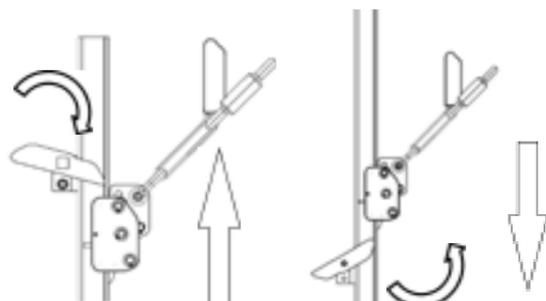

Abb. 18 Ausstieg aus der Steigschutzschiene
1. Aus gesicherter Position den Sicherungsläufer am Schäkel (1) und am Grundkörper (2) halten und den Hebel der Endanschläge entgegen der Wirkrichtung schwenken (Abb. 18), damit der Sicherungsläufer die Position der Endschläge überfahren und aus der Steigschutzschiene geführt werden kann.